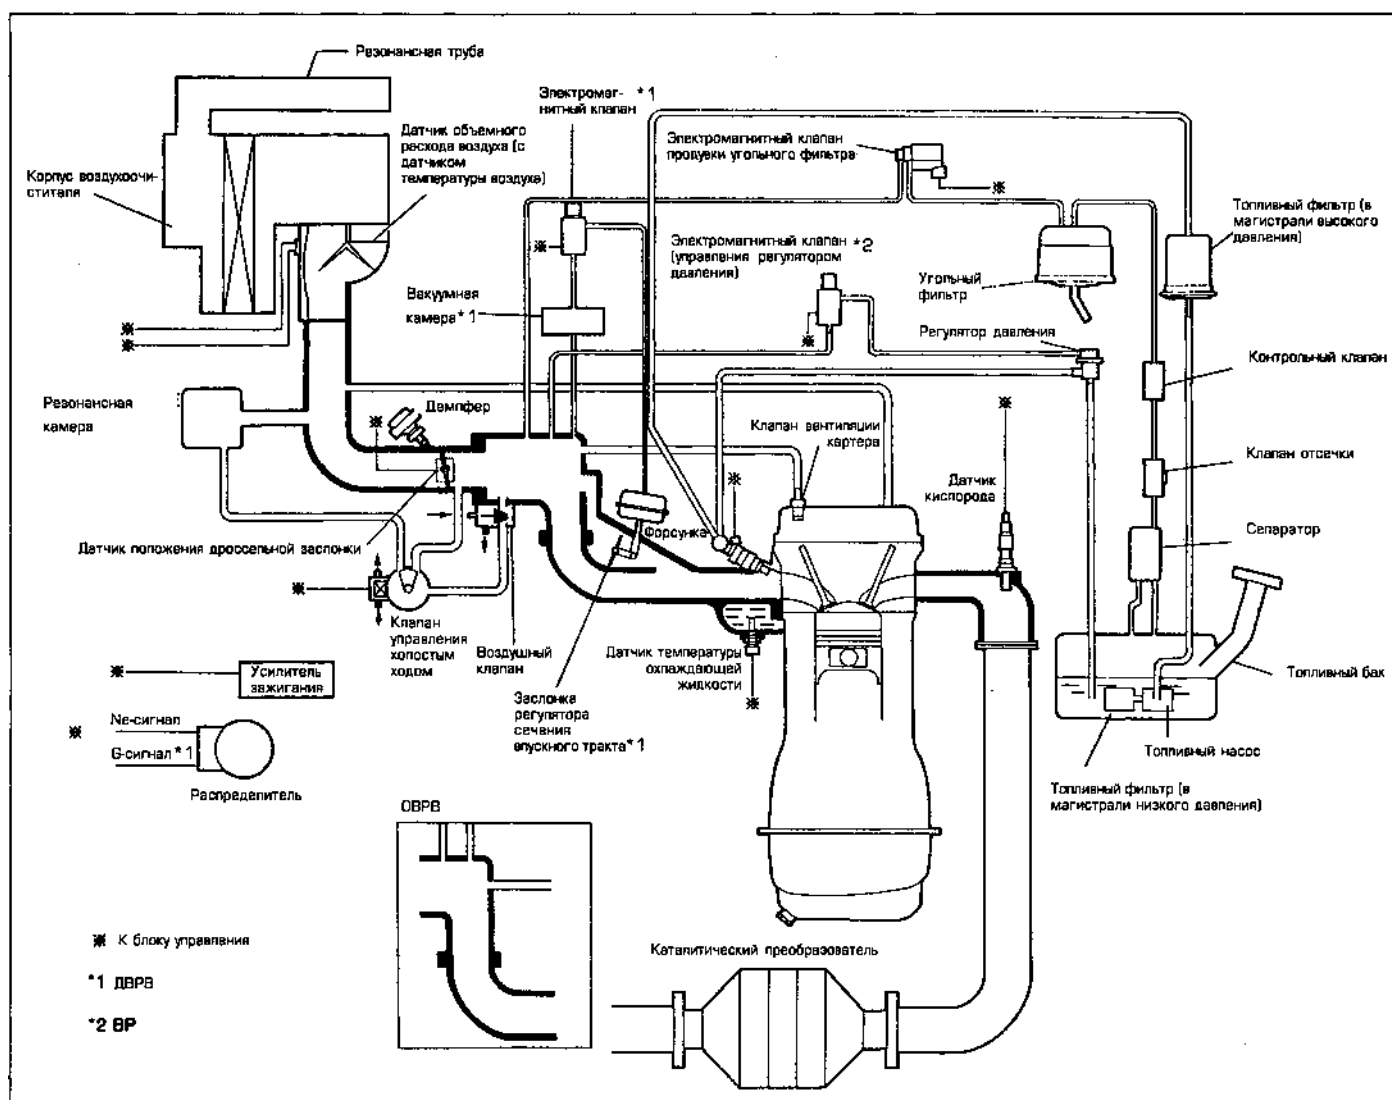

Рис. 1.1, б. Типичная система управления двигателем и вредными выбросами
- 1 Для уменьшения загрязнения атмосферы продуктами неполного сгорания и обеспечения хорошей управляемости и топливной экономичности в автомобиле установлено несколько систем понижения токсичности выхлопных газов (см. рис. 1.1 ,а и 1.1 ,б). Вот эти системы:
Рис. 1.1 ,а. Компоненты систем управления двигателем и вредными выбросами - некоторые компоненты могут варьироваться в зависимости от модели и года выпуска автомобиля